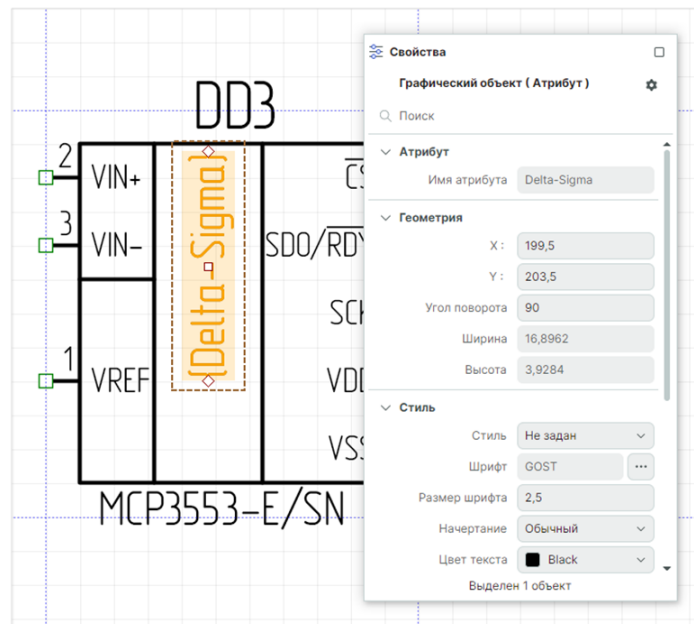

Рис. 40 Добавление и настройка параметров атрибутов
3. Редактирование расположения атрибутов, настройка отображения атрибутов через панель «Свойства», размещение новых атрибутов из панели инструментов «Рисование» или из главного меню «Разместить» → «Элементы форматов и штампов», Рис. 40.